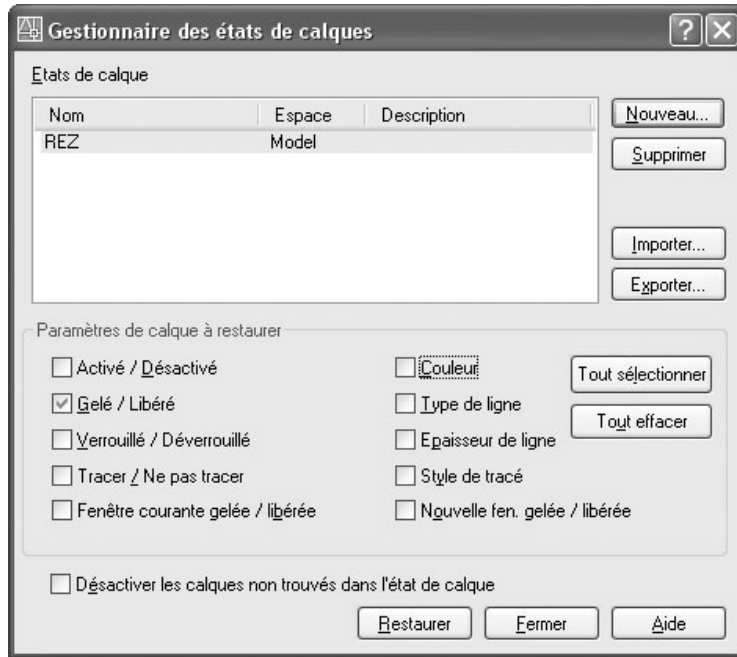

Fig.2.7
- 1 Dans la boîte de dialogue **Gestionnaire des propriétés des calques** (Layer Properties Manager), cliquez sur le bouton **Gestionnaire des états de calque** (Layer States Manager). La boîte de dialogue **Gestionnaire des états de calque** (Layer State Manager) s'affiche à l'écran (fig.2.7).